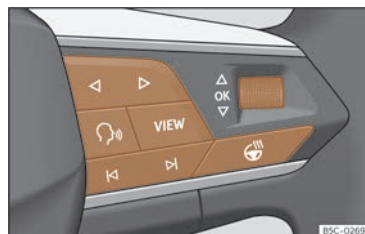

Abb. 10 Rechte Seite des Multifunktionslenkrads: Bedienelemente für die Menüs und Informationsanzeigen im Kombi-Instrument (modellabhängig).
Solange eine Warnung der Priorität 1 vorliegt, >>> S. 26, kann auf kein Menü zugegriffen werden. Einige Warnmeldungen können über die Taste **OK** am Multifunktionslenkrad bestätigt und ausgeblendet werden >>> (Abb. 10).
- Falls eine Meldung oder das Fahrzeug-Piktogramm angezeigt wird, drücken Sie die Taste **OK** >>> (Abb. 10); ggf. mehrere Male.